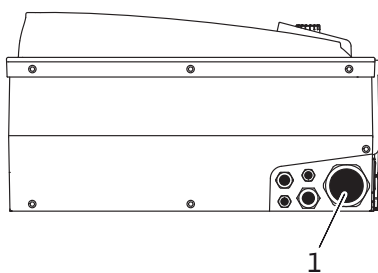

Fig. 22: Navojni priključak kabla M40
- Mrežni priključni vod treba sprovesti kroz navojni priključak kabla M40 (Fig. 22, poz. 1).